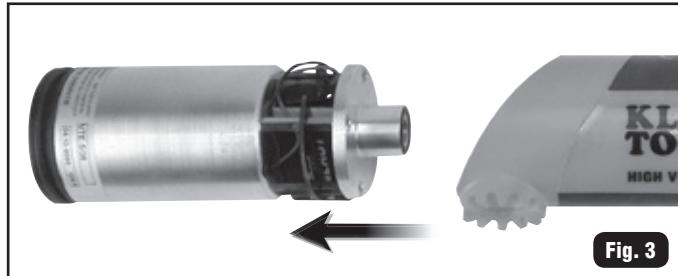

Fig. 3
2. Faites glisser le cylindre intérieur hors du compartiment principal (Fig. 3).